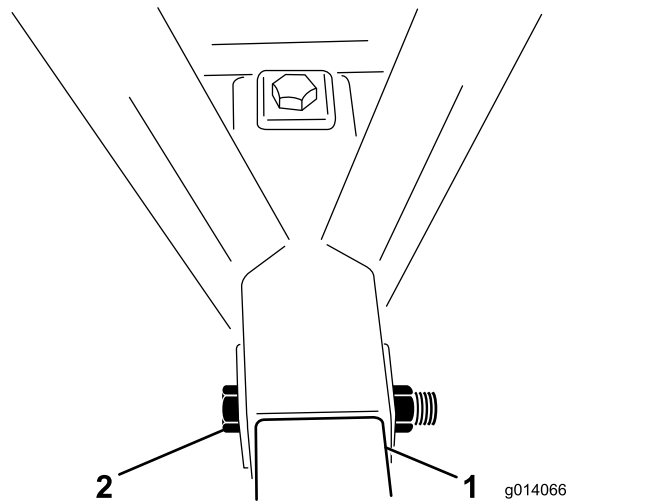

Figura 4
5. Introduzca un perno (1" x 6½") a través del bastidor y de la barra del enganche y ajústelo con una contratuera (Figura 4). Apriete la contratuera a 976–1.193 N·m.
6. Introduzca un perno (1" x 6½") a través de la parte superior del bastidor y de la parte inferior de la barra del enganche y ajústelo con una contratuera (Figura 4). Apriete la contratuera a 976–1.193 N·m.